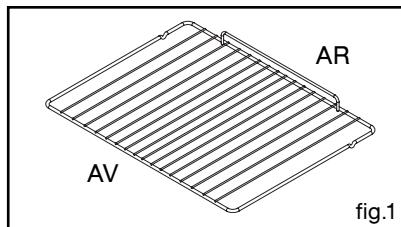

fig.1
• Grille sécurité anti-basculement (fig.1)